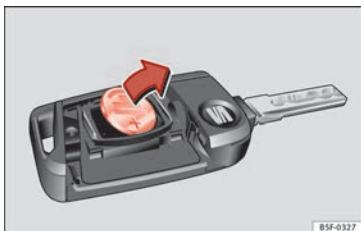

Fig. 138 Chiave del veicolo: estrarre la batteria.
- Estrarre la batteria dal vano con un oggetto fino adatto » **fig. 138**.
- Collocare la nuova batteria come illustrato » **fig. 138** e inserirla nel vano batteria nella direzione contraria a quella indicata dalla freccia » ❷.